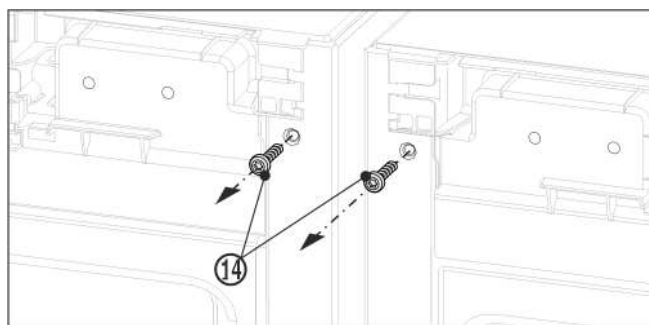

Fig. 12
- Перед монтажом верхнего угла выверните оба винта заземления Fig. 12 (14).